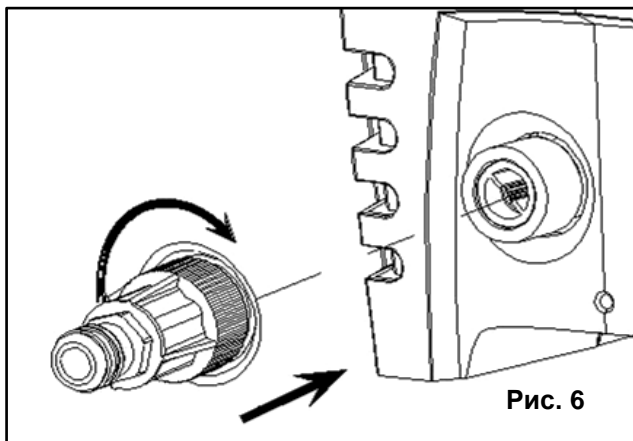

Рис. 6
- Установите соединительный фитинг (муфту), вместе с сетчатым фильтром предварительной очистки в входной канал подачи воды. (См. Рис.6)